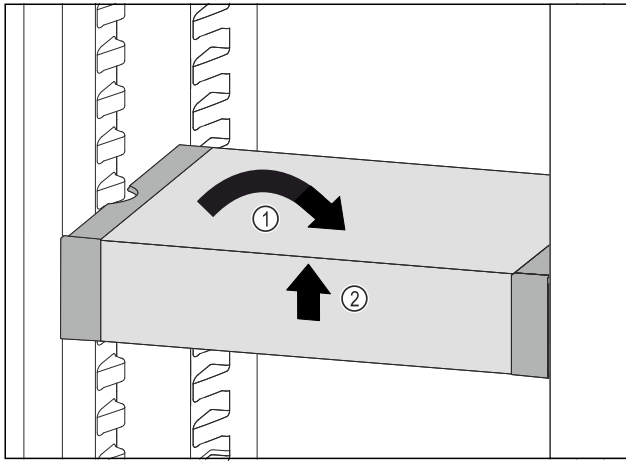

Fig. 126
- VarioSafe recht zetten. Fig. 126 (1)
- VarioSafe aan voorkant optillen. Fig. 126 (2)